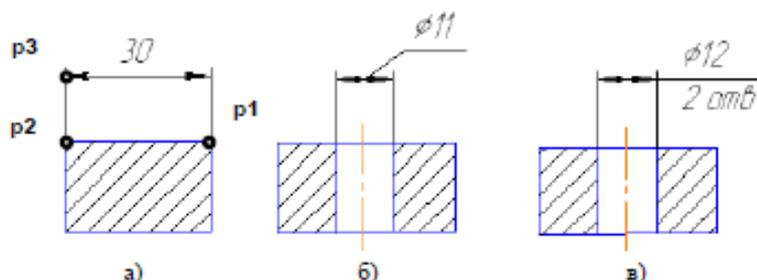

Рис. 2.2. Варианты нанесения линейных размеров
3. Указать графическим курсором точку p1 – начало первой выносной линии (рис. 2.2 а).
5. Указать графическим курсором точку p3 – положение размерной линии для нанесения линейного размера со знаком диаметра и на полке (рис. 2.2 б).